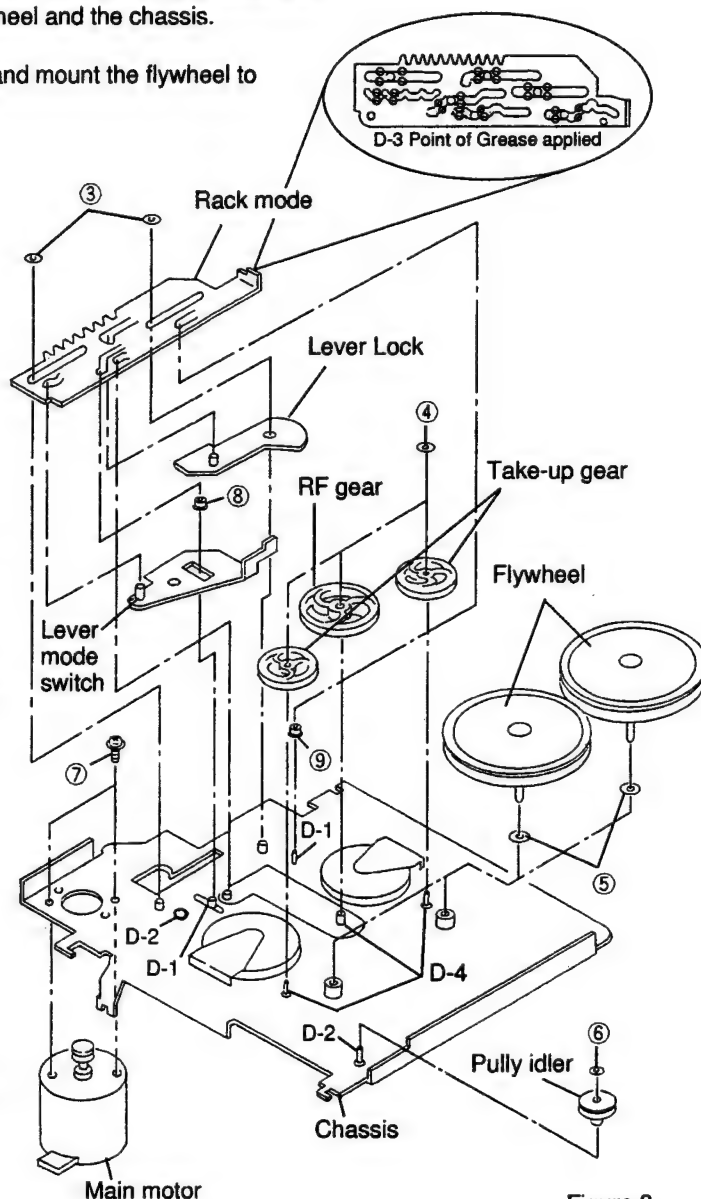

Figure 8
(2) Remove two screws ⑦, and remove the main motor as shown in Figure 8.
(3) Mount the new motor following the removal steps in the reverse order.
(2) 2本のネジ⑦を外し、メインモーターを外します。(図8参照)
(3) 良品のメインモーターを取り外し方法の逆の手順で組み立てます。
② ワイヤーフラットは損傷し易いので取扱いには十分注意すること。
③ 2本のネジは2kgcmのトルクで締め付けること。
(1) After removing the belt, pull out the two flywheels. Take care not to loose the polyslider washer ⑤ located between the flywheel and the chassis. (Refer to Figure 8)
(2) Fix the polyslider washer to the new flywheel and mount the flywheel to chassis.
(1) ベルトを外した後、2個のフライホイールを引き抜きます。この時フライホイールとシャシーの間にそれぞれ1個のポリスライダワッシャー⑤がありますので紛失しない様に注意して下さい。(図8参照)
(2) 良品のフライホイールにポリスライダワッシャーを取り付け、シャシーに取り付けます。
(1) Remove M1.7 lock washer ③, and remove the rack mode as shown in Figure 8.
(2) Apply the molykote G paste to the section D-3, and mount the rack mode following the removal steps in the reverse order. (Refer to Figure 8)
② Do not reuse the used lock washer for remounting.
③ Take care to avoid damage by piercing and tearing.
(1) 2個のロックワッシャー③ (M1.7) を外し、シャシーより引き抜き、ラックモードを外します。(図8参照)
(2) 良品のラックモードのD-3部分にモリコートGペーストを塗布し、取り外しの逆の手順で取り付けます。
- (1) After removing the rack mode, remove the lever lock and lever mode switch. (Refer to Figure 8)
- (2) Pull it up from the stud and remove the two roller mode ⑧, ⑨ as shown in Figure 8.
- (3) Apply the molykote G paste to the section D-1, the grease (PG-671) to the section D-2 and mount the roller mode/lever mode switch/lever lock following the removal steps in the reverse order.
- NOTE : ① Check to see the roller mode is inserted without fail.
- (1) ラックモードを外した後、レバーロック、レバーモードスイッチの順に引き抜きます。(図8参照)
- (2) 2個のローラーモード⑧、⑨をスタートより引き抜きます。(図8参照)
- (3) D-1部分にモリコートGペースト、D-2部分にグリス(PG-671)を塗布し、取り外し方の逆の手順で取り付けます。
- [注意] ① ローラーモードの挿入忘れがないこと。
- (1) Remove M1.2 lock washer④, pull it up from the stud and remove the gear as shown in Figure 8.
- (2) Mount it, following the removal steps in the reverse order.
- (1) ロックワッシャー④(M1.2)を外し、スタートより引き抜きギアを外します。(図8参照)
- (2) 取り外し方の逆の手順で取り付けます。
- (1) 2個のロックワッシャー④(M1.2)を外し、スタートより引き抜きギアを外します。(図8参照)